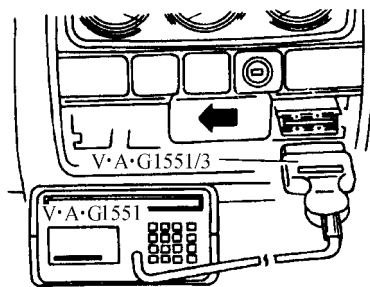

图 1-1 连接故障诊断仪 V. A. G1551
(1) 将中央继电器盒打开,如图 1-1 所示。用连接线 V. A. G1551/3 将故障诊断仪 V. A. G1551 与自诊断接口连接。
(2) 打开点火开关,这时显示屏上显示: